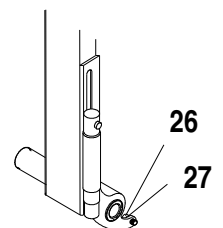

Fig.3
- 3.1. Antes de que el gato entre en funcionamiento, es preciso llevar a cabo una pequeña operación de montaje que consiste en: Quitar la tapa superior (1), retirar la varilla metálica (A) y conectar en su lugar el tubo azul de plástico, que viene suelto de origen (fig.1). Colocar el mástil del gato en su posición (4) y fijar el tornillo (26) con su arandela (27), que van incluidos en una bolsa, según se indica (fig.3). Volver a colocar la tapa (1).
- 3.1. Before operating the jack, a small assembly operation is required, consisting of: Removing the upper cover (1), removing the metal rod (A) and connecting the blue plastic tube which is provided disconnected from the factory (Fig. 1). Place the jack handle in position (4) and secure the bolt (26) and its washer (27), which are included in a kit as indicated (Fig. 3). Replace the cover (1).
- 3.1. Avant de mettre le cric en fonctionnement, il est nécessaire de procéder à une opération de montage simple, qui consiste à enlever le capot supérieur (1), retirer la tige métallique (A) et connecter à sa place le tube en plastique bleu qui est débranché d'origine (fig. 1). Le levier de manœuvre du cric doit être placé en position (4), et la vis (26) et sa rondelle (27), livrées dans un sachet, doivent être serrées (27) de la manière indiquée (fig. 3). Remonter le capot (1).
- 3.1. Bevor die Hebewinde in Betrieb genommen wird, muss eine kleine Montage erfolgen, die aus Folgendem besteht: Obere Abdeckung (1) entfernen, Metallstäbchen (A) heraus nehmen und statt dessen das blaue Plastikrohr anschließen, das lose mitgeliefert wird (Abb. 1). Hebel der Hebewinde in seiner Position (4) anbringen und die Schraube (26) mit ihrer Unterlegscheibe (27), wie in Abb. 3 gezeigt, festziehen, die beide in einem Tütchen enthalten sind. Abdeckung (1) wieder anbringen.